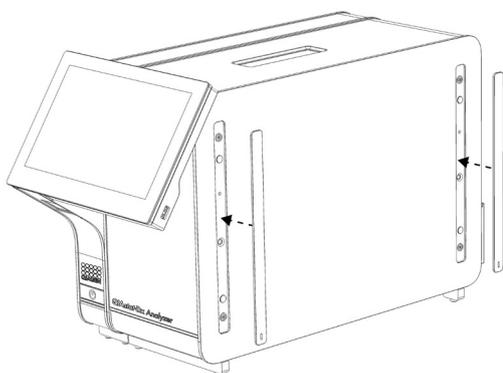

図 7. 保護カバーを再度取り付ける。
4. 分析モジュールの側面に保護カバーを再度取り付けます (図 7)。